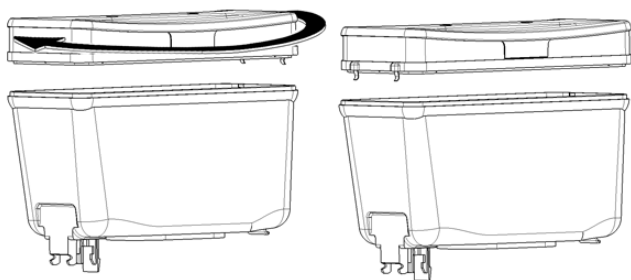

figura 1
**9** Para apagar las luces de la tapa es suficiente girarlo de 180°. (ver figura 1)